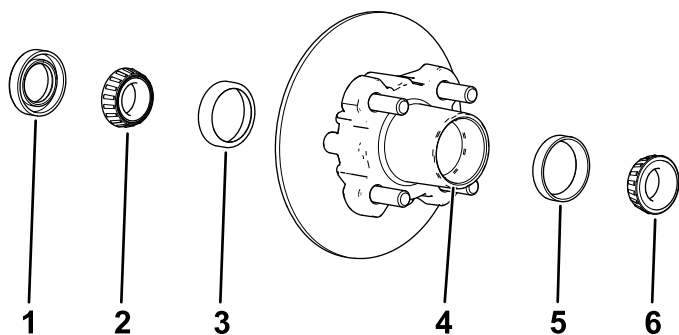

Figure 39
1. Déposez le roulement extérieur et la bague de roulement du moyeu (Figure 39).
2. Déposez le joint et le roulement intérieur du moyeu (Figure 39).
5. Éliminez la graisse, la saleté et les débris à l'intérieur de la cavité du moyeu (Figure 39).
7. Remplissez 50 à 80 % de la cavité du moyeu avec la graisse spécifiée (Figure 39).
8. Montez le roulement intérieur sur la bague, sur le côté intérieur du moyeu, puis posez le joint (Figure 39).